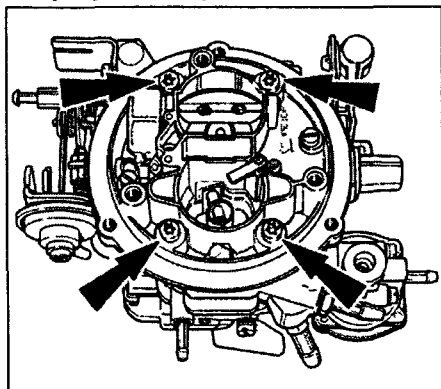

Рис. 3.2 Верхние винты крепления кар-
- 2 Отверните четыре винта Тогх крепления карбюратора к двигателю (рис. 3.2).